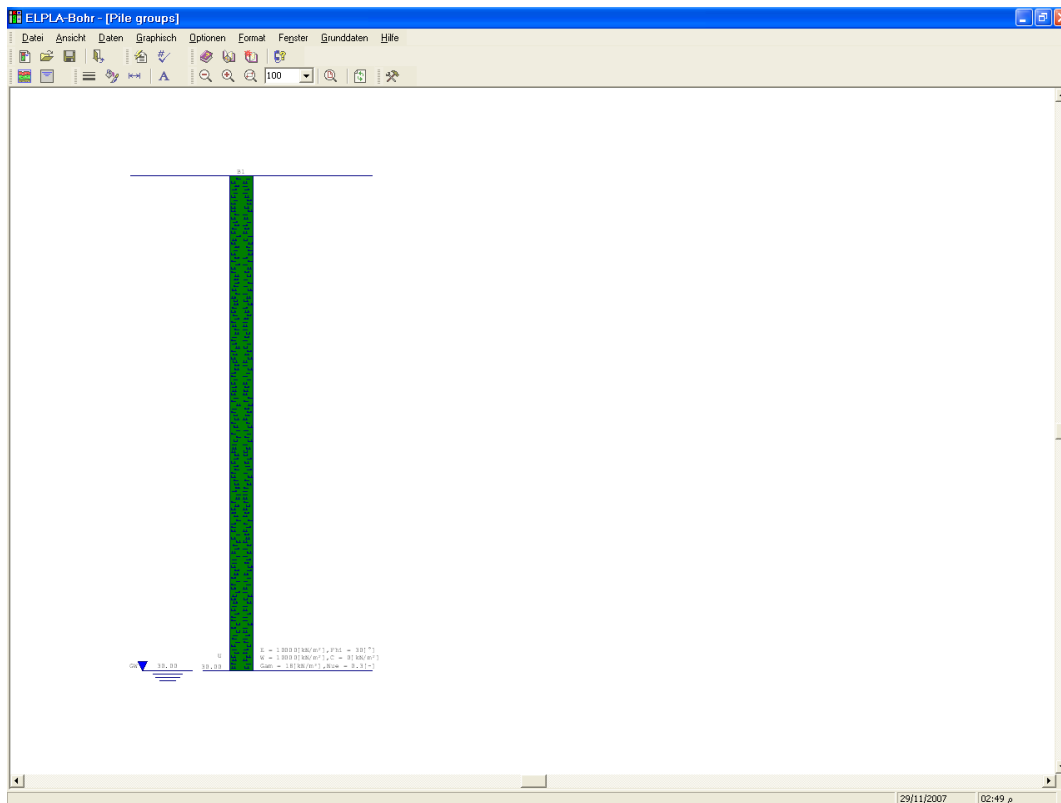

Bild 11-29 Bohrprofil auf dem Bildschirm
Nach der Definition aller Baugrunddaten sollte der Bildschirm wie das Bild 11-29 aussehen.
- Wählen Sie "Baugrunddaten speichern" aus dem Menü "Datei" im Bild 11-29, um die Baugrunddaten zu speichern